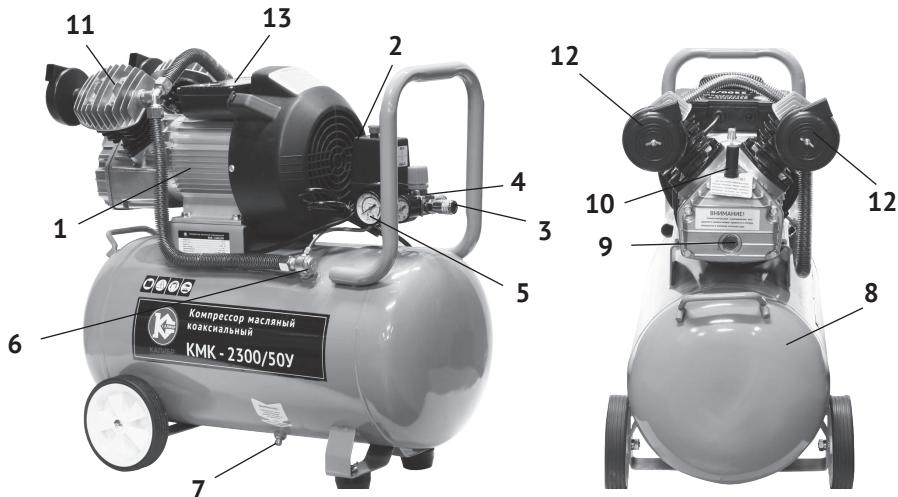

рис. 1
4.1 Общий вид компрессора схематично представлен на рис.1
4.2 Картер компрессорной группы (рис.1 поз.1) с двигателем закреплены на металлическом корпусе ресивера (рис.1 поз.8). Вращение якоря двигателя преобразуется кривошипно-шатунным механизмом в возвратно-поступательное движение поршней двух цилиндров. Сжатый воздух из выпускных клапанов цилиндров подаётся в ресивер. При подключении к быстроразъёмным выходным штуцерам (рис.1 поз.3) коллектора пневмоинструмента, сжатый воздух подаётся к инструменту. Выходное давление в штуцерах регулируется редуктором и контролируется манометрами.
При подключении компрессора к сети питания, убедитесь что, выключатель реле давления (рис.3 поз.1) находится в позиции «Выкл», положение «Нажато». Запустите компрессор, переведя выключатель в позицию «Вкл», положение «Отжато». Для обеспечения хорошей работы компрессора при первом запуске рекомендуется оставить компрессор работающим в течение 5 - 8 минут с полностью открытыми выходными кранами (рис.3 поз.2,3) и редуктором (рис.3 поз.4), после чего откройте вентиль слива конденсата (рис.1 поз.7), находящийся снизу ресивера и слейте конденсат. После первых 5-ти часов работы компрессора проверьте крепление винтов головки цилиндра и фильтров (рис.1 поз.12).